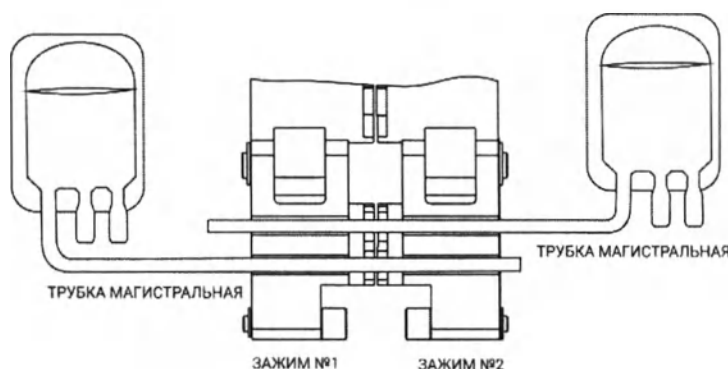

Рисунок 2 – Порядок установки трубок магистральных
8.2.6 Поместить трубки в зажимы трубок (см. рис. 2).